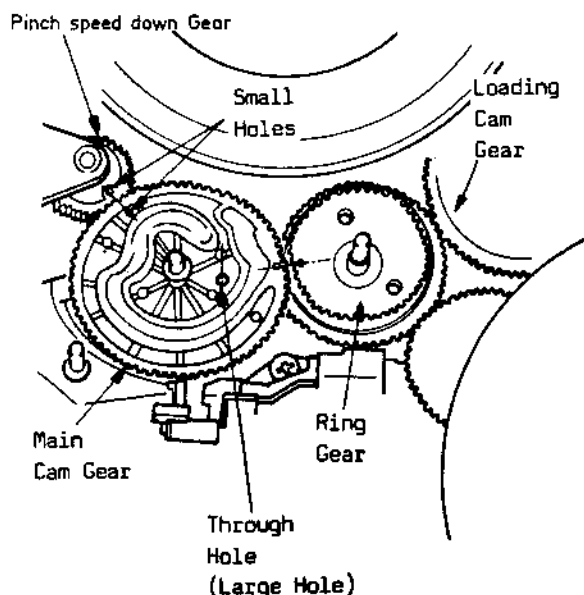

Fig.4-4
- Das Übersetzungszahrrad Pos. 64(1) von der Oberseite des Chassis aus montieren.
- Die Steuerscheibe Pos. 111(2) so über das untere Nockenfahrads Pos. 112(2) montieren, daß das kleine Loch in der Steuerscheibe genau auf einer Linie mit dem kleinen Loch im Übersetzungszahrrad liegt. Gleichzeitig muß das große Loch in der Steuerscheibe genau mit dem großen Loch im unteren Nockenfahrads fluchten, wie in der Detailzeichnung von Fig. 4-4 angegeben.